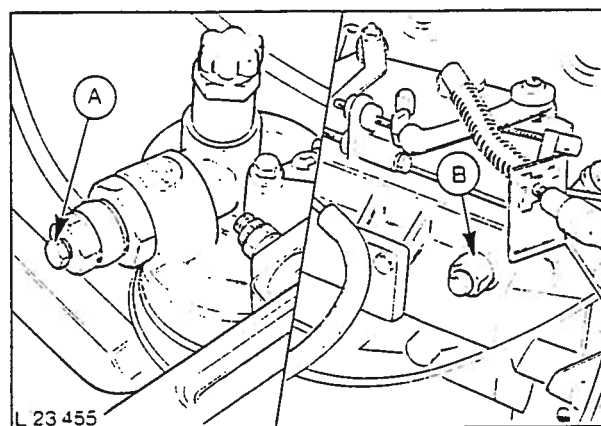

Fig. 54 Utløftningspunkter i innsprøytnings-systemet.
9. Luft det komplette innsprøytningsystemet, fig. 54. Se operasjon 23 142.